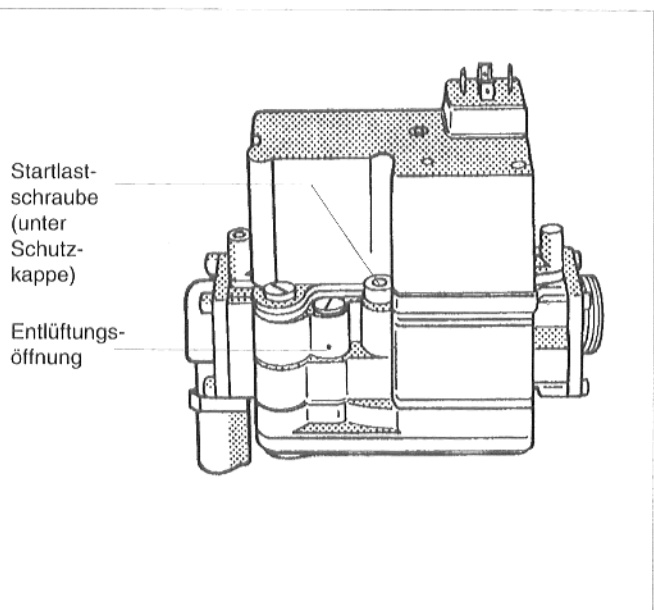

Abb. 45: Gasbrennerarmatur "BM" 762-012
- Bei "BM" 762-012: Schutzschraube über der Startlastschraube entfernen (Abb. 45).